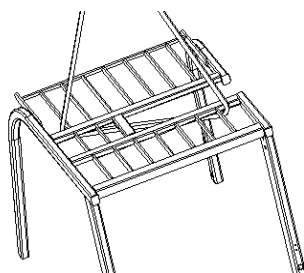

Рисунок 2-40
(2) Места крепления защитного ограждения представлены на Рис. 2-40